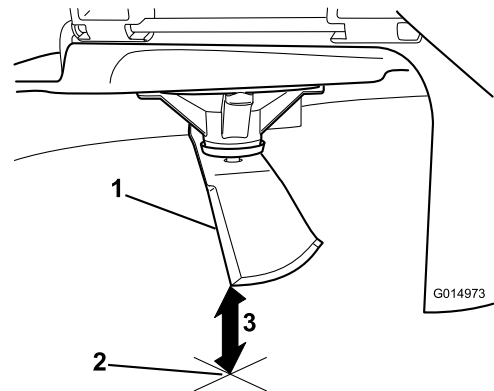

Figure 93
5. Mesurez la distance entre la pointe de la lame et la surface plane (Figure 93).